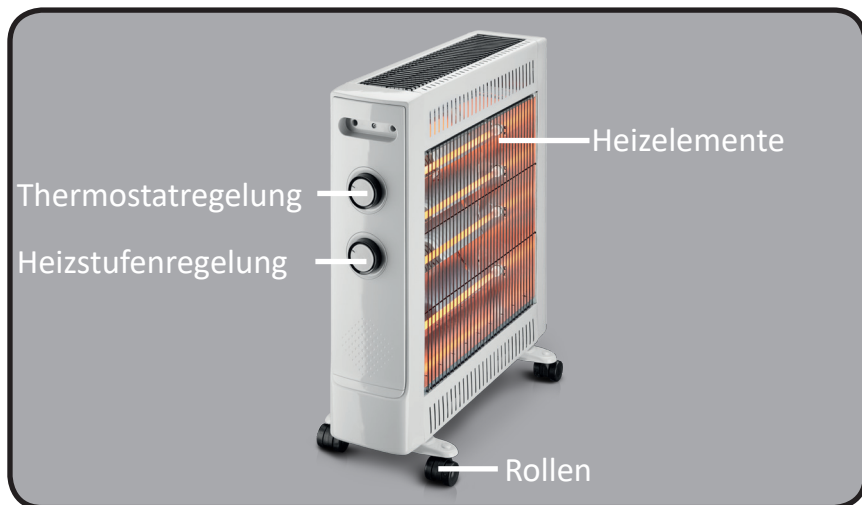

Abb. 1: Geräteübersicht
1. Vergewissern Sie sich, dass die Heizstufenregelung (siehe Abb. 1) sich in der AUS-Stellung befindet. Schließen Sie dann das Gerät an eine geerdete, durch einen FI-Schutzschalter abgesicherte Steckdose an.
2. Schalten Sie nun das Gerät ein, indem Sie die Heizstufenschalter (siehe Abb. 1) durch Drehen im Uhrzeigersinn, in die gewünschte Position bringen.
3. Drehen Sie anschließend den Thermostatregler (siehe Abb. 1) im Uhrzeigersinn bis zum Anschlag. Wurde die gewünschte Raumtemperatur erreicht, drehen Sie den Temperaturregler soweit gegen den Uhrzeigersinn zurück, bis Sie ein deutliches Klicken hören. Ein integrierter Thermostat schaltet nur die zweite Heizstufe (zwei Heizröhren) automatisch ein und aus und sorgt somit für eine annähernd konstante Temperatur.